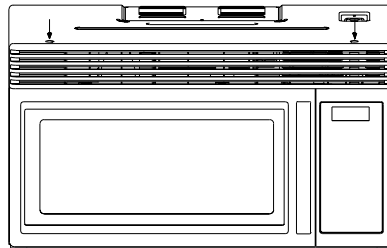

FIGURE 3
2. Retirez la grille supérieure en retirant les 2 vis qui la maintiennent en place. (Voir Figures 3.)